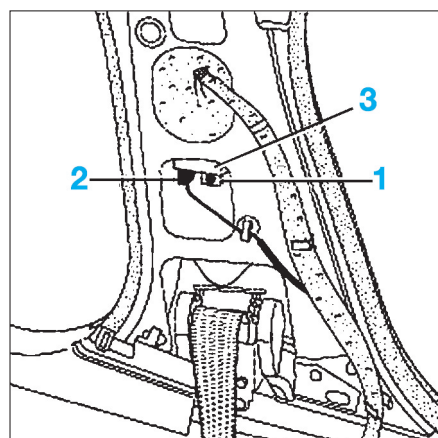

FIG. 17
- Déposer la vis de fixation (1) du capteur (3) (Fig.17).
- Débrancher le connecteur (2) du capteur et le déposer.